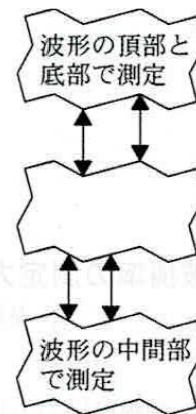

図2 目地幅の測定位置
- ④ 目地幅は同じ位置で測定するようにし、測定位置を破形の頂部と底部、中間部等のように予め決めておきます(図2)。
- ⑤ 測定は 0.1 mm 単位で行い、平均値は小数点第 1 位に丸めます。